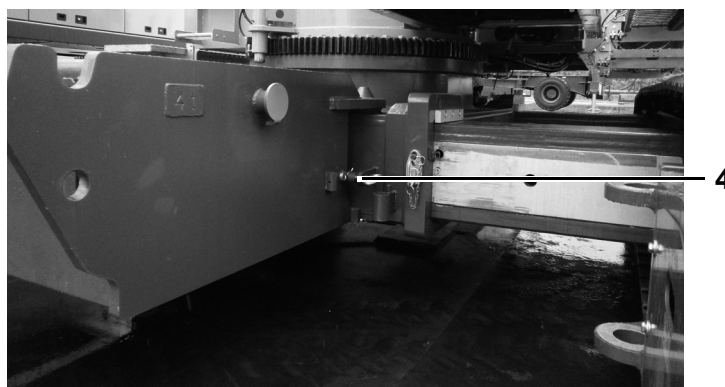

Fig. 123 Parafusos de trava no lastro da estrutura inferior
- 5 Introduza os parafusos de trava esquerdo e direito (4) na Fig. 123. Prenda os parafusos usando as molas de retenção.